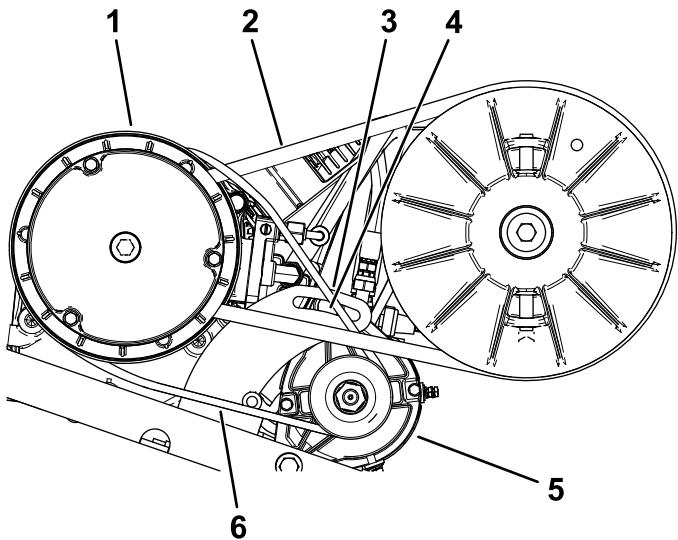

Figura 68
2. Desaperte a porca de articulação do gerador do motor de arranque (Figura 68).
4. Pressione o pé de cabra para rodar o motor de arranque na ranhura até a tensão da correia permitir apenas 6,4 mm de deflexão da correia com 44 N·m de força (Figura 68).
5. Aperte a porca de articulação à mão e retire o pé de cabra (Figura 68).